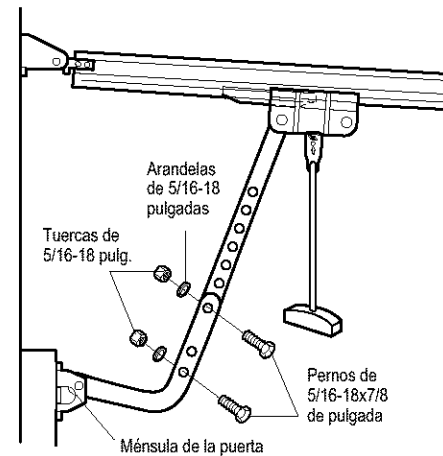

Figura 2
Si el tipo de instalación de su cochera no requiere refuerzos verticales, pero sí necesita los orificios para los sujetadores de la ménsula, taladre y fíjelos como se muestra en la Figura 2.
• **Figura 2:**